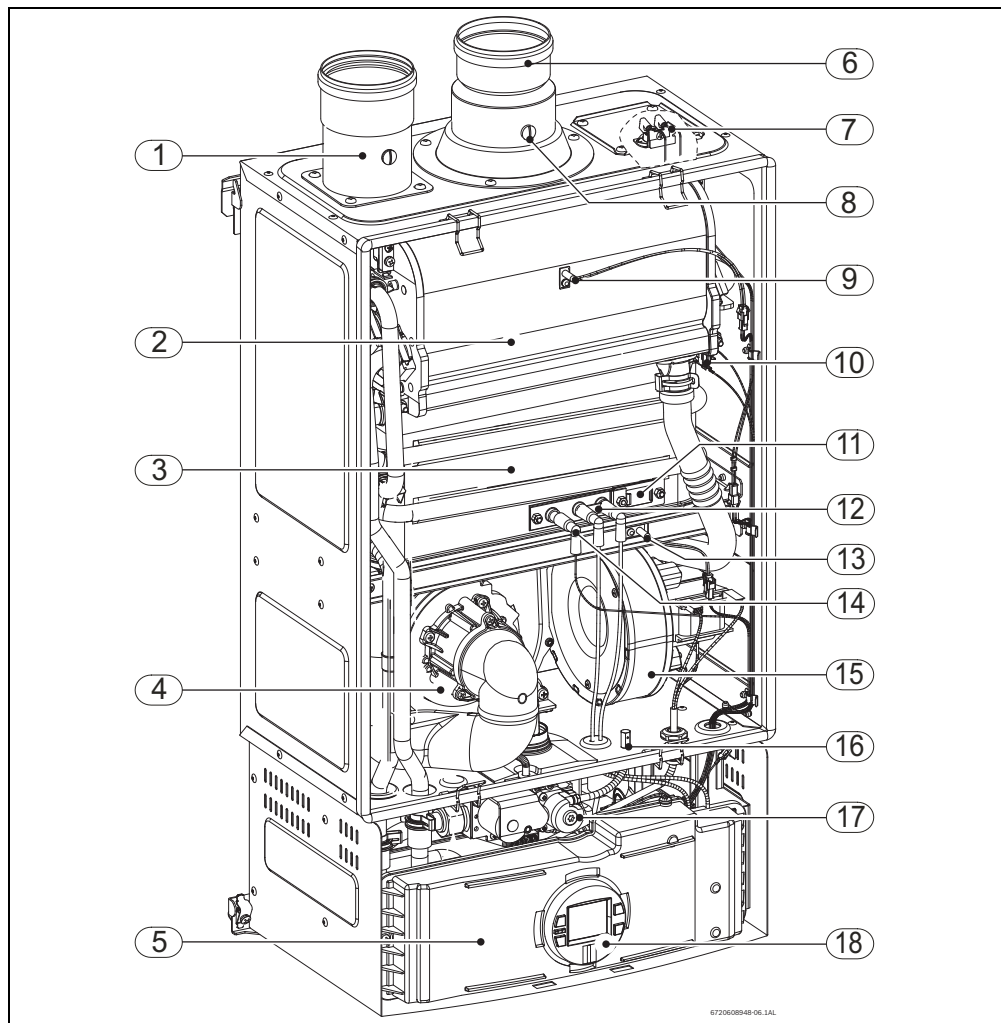

Fig. 2
Siempre que se abra un grifo de agua caliente, el detector del caudal de agua (Fig. 2, pos. 2) envía una señal a la unidad de mando, dando inicio al ciclo de funcionamiento: